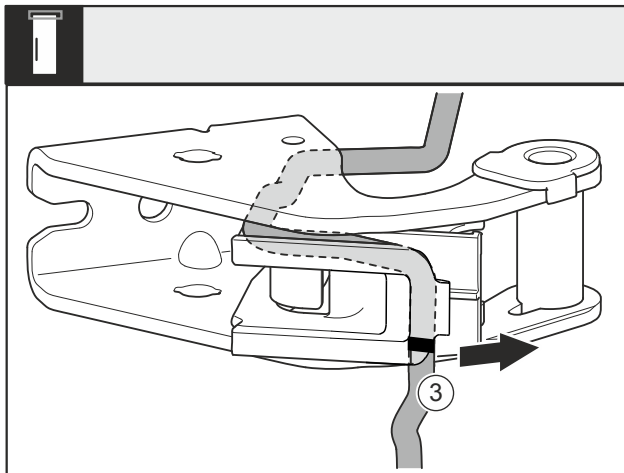

Fig. 27
- Kabel met de kabelhouder Fig. 27 (3) van het lagerboks demonteren.